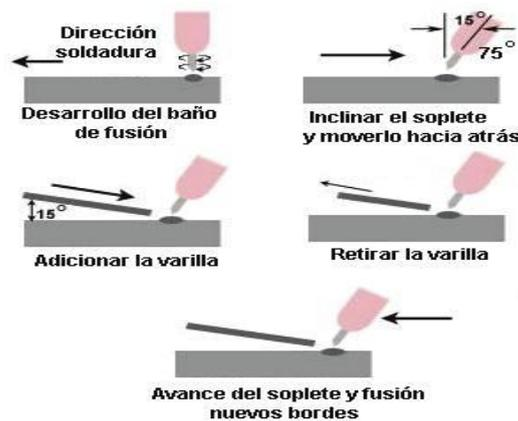

Figura 6
- La dirección de soldeo es la que indica la figura 6 para proteger la soldadura durante el enfriamiento, el mayor tiempo posible bajo la protección del gas.